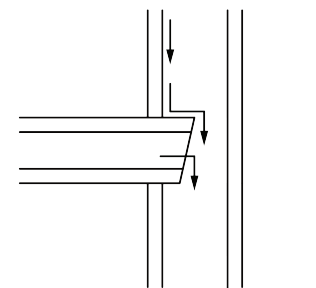

Fig. 4.15
- ③ : Insertion du raccord de tuyau (Fig. 4.15)